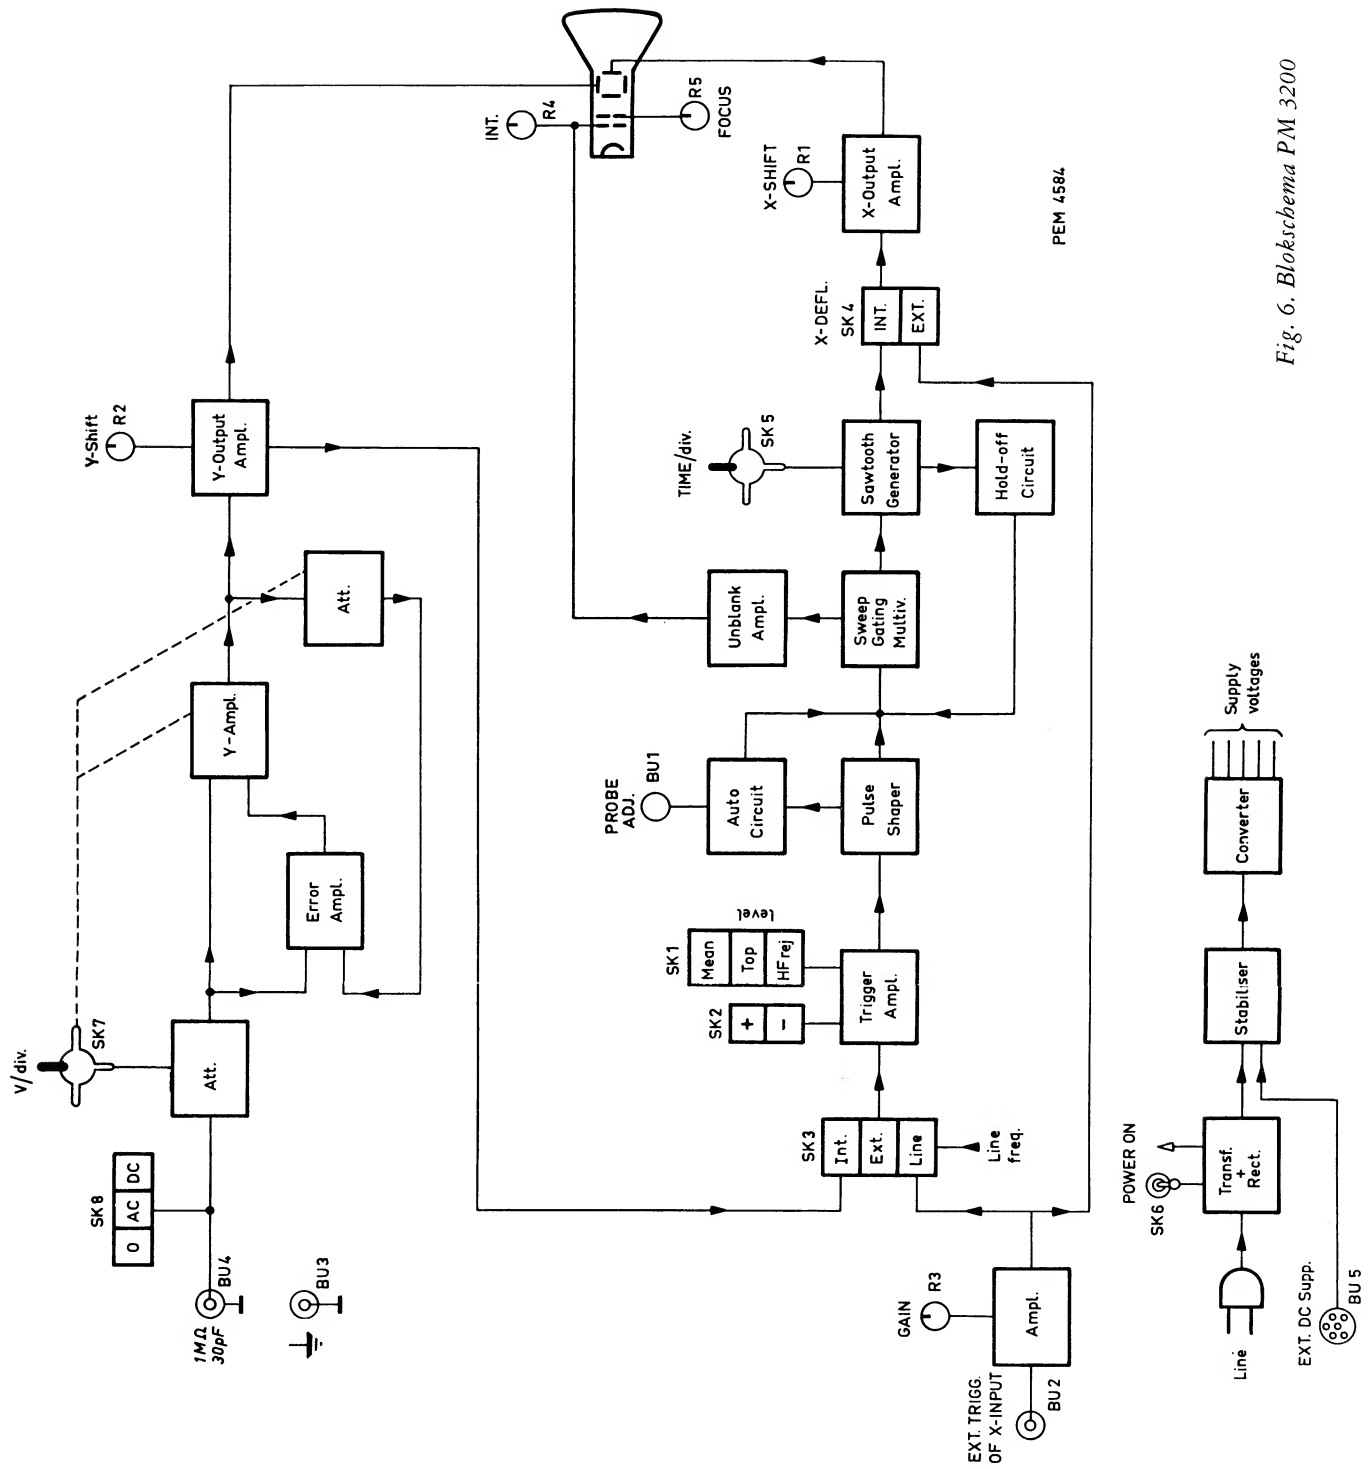

Fig. 6. Blokschema PM 3200
1. Inleiding (zie blokschema; fig. 6)